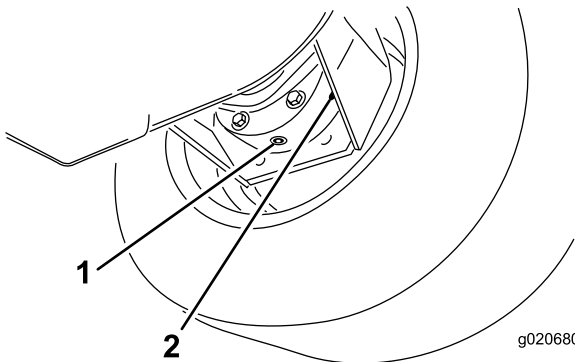

Bild 89
3. Stellen Sie eine Auffangwanne unter das Bremsgehäuse, entfernen Sie die Ablassschraube und lassen das Öl ablaufen (Bild 89).